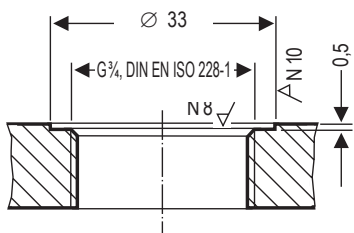

Рис. 10
- Уплотнительные поверхности крышки фланца должны быть качественно технически обработаны согласно **рис. 10!**
- Протяженность участка тока поверхностной утечки между электродом и массой (фланцем, стенкой резервуара) должна составлять не менее 14 мм! **Рис. 10, рис. 13-16**
7. Проверить уплотнительные поверхности. **Рис. 10**
8. Установить имеющееся в комплекте уплотнительное кольцо ⑧ на уплотнительную поверхность резьбового патрубка или фланца. **Рис. 10**
9. Смазать резьбу электрода ⑩ небольшим количеством термостойкой силиконовой смазки (например, WINIX® 2150).